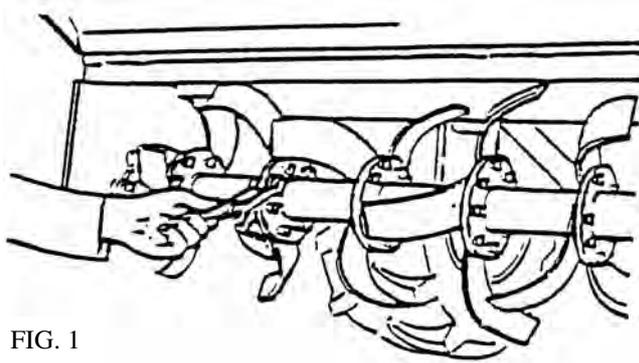

FIG. 1
- Verificare il serraggio dei bulloni che fissano le zappe al rotore (vedere fig. 1).